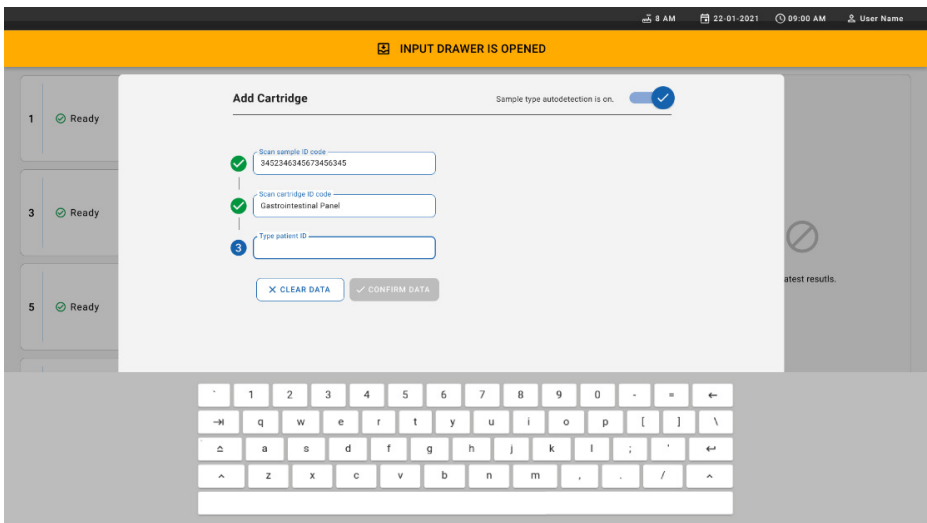

Figura 23. Digitando o ID do paciente.
9. Insira o Patient ID (ID do paciente) (o ID do paciente deve estar definido como **on** [Ligado]) e, em seguida, confirme os dados (Figura 23 e 24).